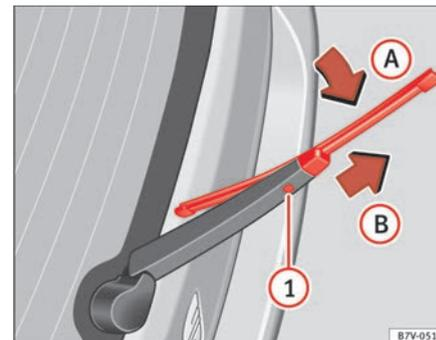

Abb. 166 Scheibenwischerblatt der Heckscheibe auswechseln.
- Scheibenwischerblatt oben in Richtung Scheibenwischerarm ⇒ Seite 281, Abb. 166 (Pfeil ) klappen.
- Entriegelungstaste ⇒ Seite 281, Abb. 166  gedrückt halten und das Scheibenwischerblatt gleichzeitig in Pfeilrichtung  abziehen. Dazu kann ein erhöhter Kraftaufwand notwendig sein.
- Neues Scheibenwischerblatt **gleicher Länge und Ausführung** auf den Scheibenwischerarm entgegen der Pfeilrichtung ⇒ Seite 281, Abb. 166  schieben, bis es einrastet. Dabei muss sich das Scheibenwischerblatt in abgeklappter Position (Pfeil ) befinden.